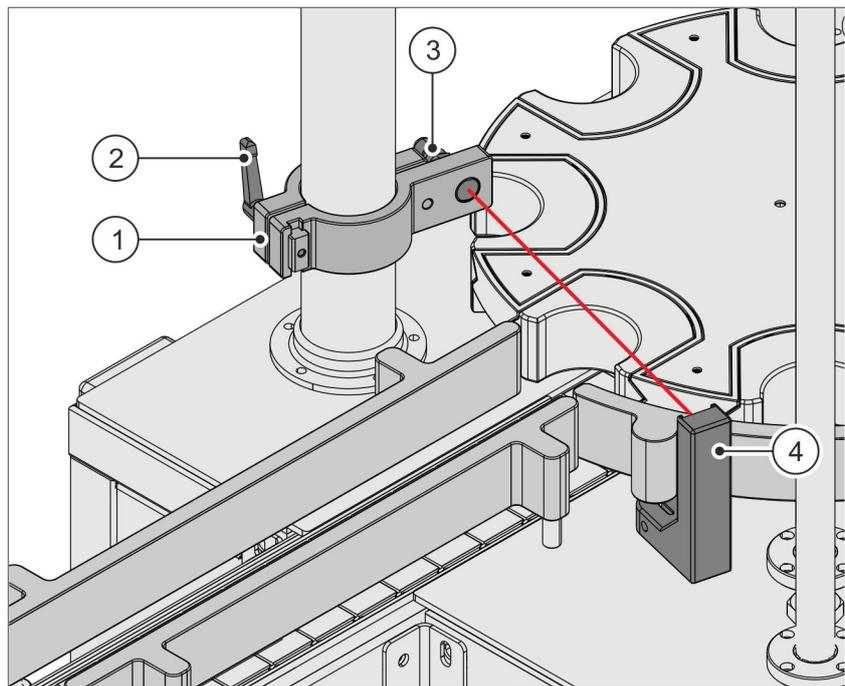

Abb. 63 Sensor ausrichten
Darauf achten, dass der Sensor genau auf den Reflektor **Abb. 63/**
④ ausgerichtet ist.
03. Klemmhebel **Abb. 63/****②** durch Drehen im Uhrzeigersinn festziehen.